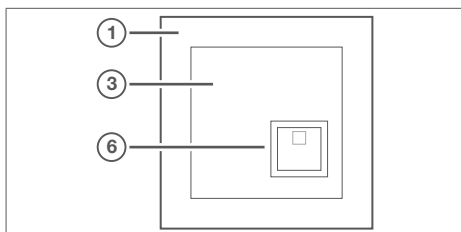

Bild 5: Avstängningsknapp kåpa med täckram
- Tryck på den gröna avstängningsknappen när du kommer till nödplatsen (bild 5, 6).